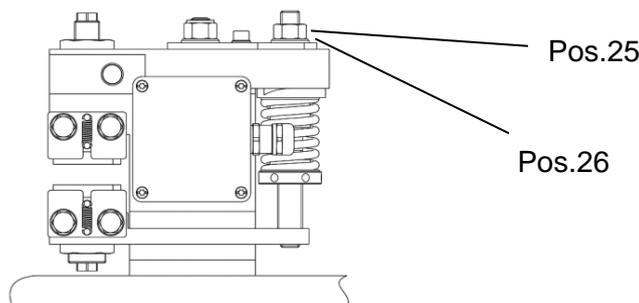

Bild 5.1
Das Betätigen der Bremse ohne Bremscheibe ist nur zulässig, wenn die Montagesicherungsmutter Pos. 25, Bild 5.1 auf der Bremse verbleibt, und max. 4 mm herausgeschraubt wird. Mehrmaliges Schalten ohne Bremscheibe und ohne aufgeschraubter Montagesicherungsmutter kann die Bremse schädigen. Außerdem sind eigenmächtige bauliche Veränderungen an der Bremszange nicht zulässig. Wenn der Gewindestift Pos. 44 werkseitig mit Siegelack versehen ist, darf an der Bremse keine kundenseitige Klemmkraftverstellung vorgenommen werden!
Das Betätigen der Bremse ohne Bremscheibe ist nur zulässig, wenn die Montagesicherungsmutter Pos. 25, Bild 5.1 auf der Bremse verbleibt, und max. 4 mm herausgeschraubt wird.
Die Bremse wird geprüft ausgeliefert. Die Bremskraft ist auf die max. Bremskraft eingestellt. Die Druckfeder für die Erzeugung der Bremskraft ist durch die Montagesicherungsmutter Pos. 25, Bild 5.1 in der geöffneten Stellung fixiert, damit die Bremse ohne Betriebsspannung an die Bremscheibe oder Bremsschiene montiert werden kann.
Zum Betreiben der Bremse ist zwingend das im Lieferumfang enthaltene Elektronikmodul (34) erforderlich. Schließen Sie die Bremse niemals direkt an die Versorgungsspannung an. Das Betätigen der Bremse ohne Bremsscheibe ist nur zulässig, wenn die Montagesicherungsmutter Pos. 25, Bild 5.1 auf der Bremse verbleibt, und max. 4 mm heraus geschraubt wird.